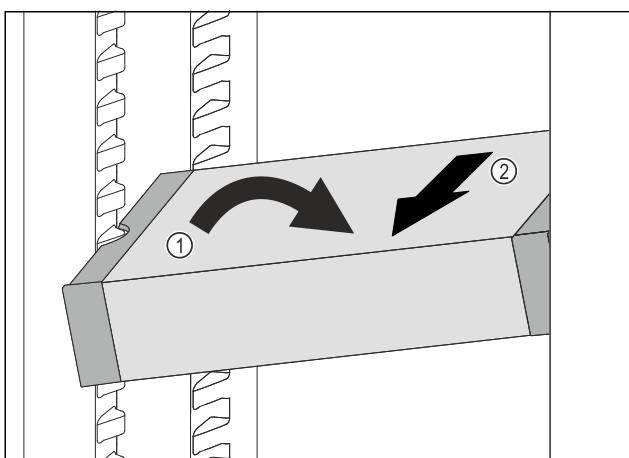

Fig. 97
► Встановити VarioSafe під кутом в охолоджувальному відділенні. Fig. 97 (1)
► Витягнути VarioSafe вперед. Fig. 97 (2)